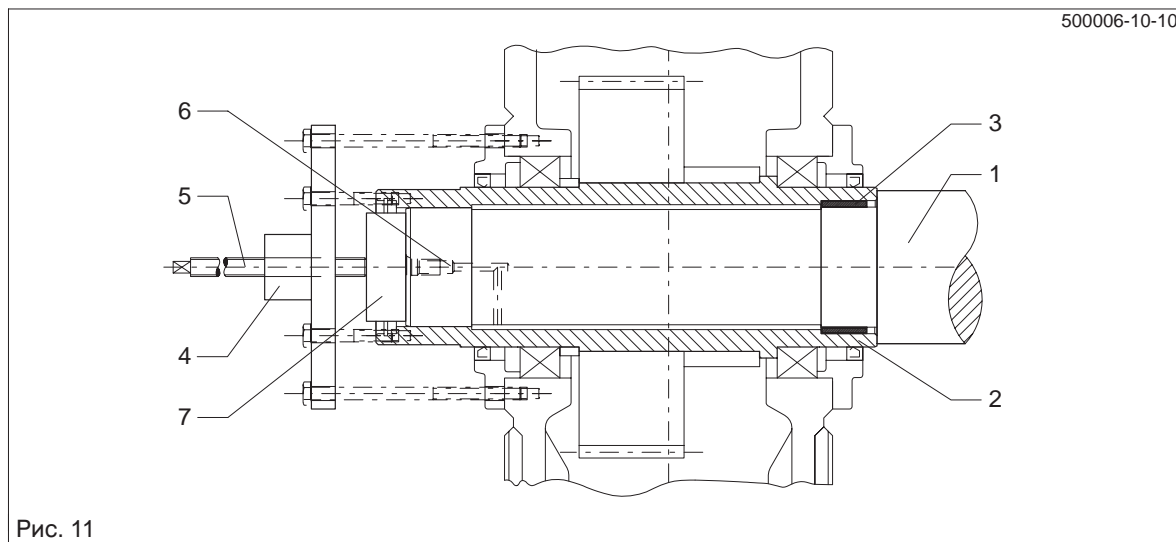
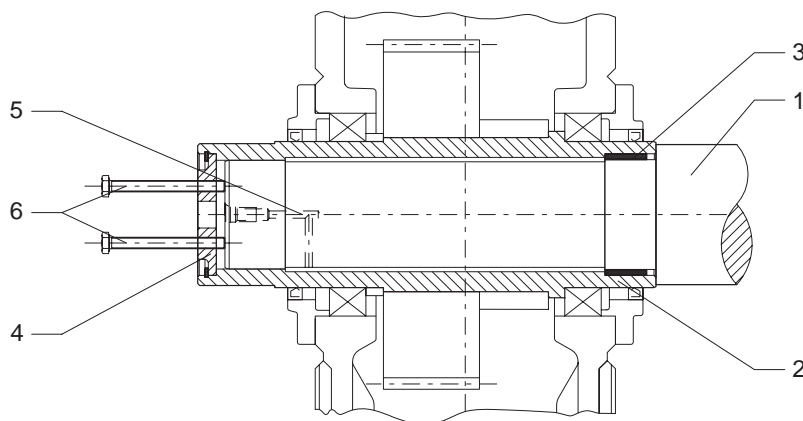

Рис. 11
Рис. 12
- При образовании ржавчины на посадочных плоскостях для облегчения снятия передачи насосом закачать под давлением растворитель ржавчины в пустое пространство сверленного отверстия, чтобы он попал на посадочное место. Нанесение растворителя ржавчины можно проводить через сверление в машинном валу (смотри Рис. 11).
- Отжатие передачи от машинного вала может быть выполнено по возможности на месте при помощи отжимного винта на концевом диске (см. рис. 12), центральным ходовым винтом или, предпочтительнее всего, гидравлическим агрегатом Лукаса.
- После достаточного действия растворителя снять передачу при помощи устройства согласно рис. 11 или рис. 12.
Если при этом, как показано на рис. 11, опора не только на полый вал, но и имеется дополнительное объединение с кожухом, силы отжима не должны превышать значений, приведенных в приведенной ниже таблице.